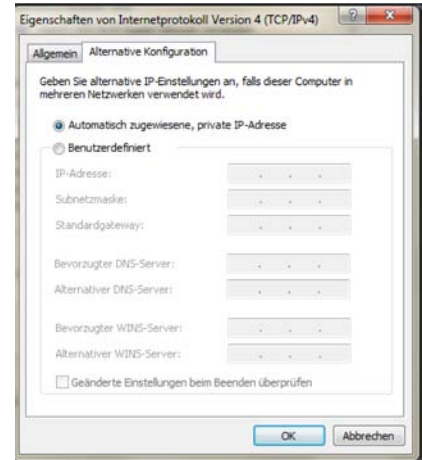

Abb. 16 Eigenschaften von Internetprotokoll Version 4 (TCP/IPv4)
- ➡ 5. Öffnen Sie im Fenster, siehe Abb. 16, die Registerkarte Alternative Konfiguration und aktivieren Sie das Kontrollkästchen Benutzerdefiniert.